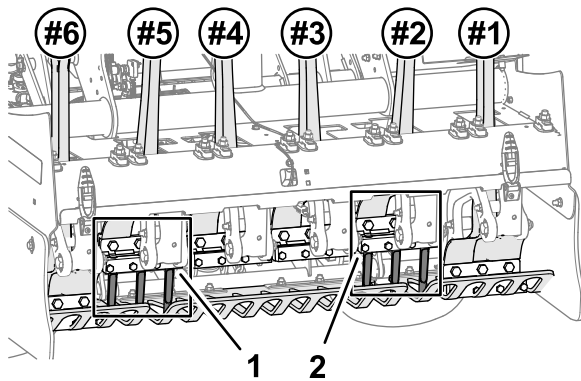
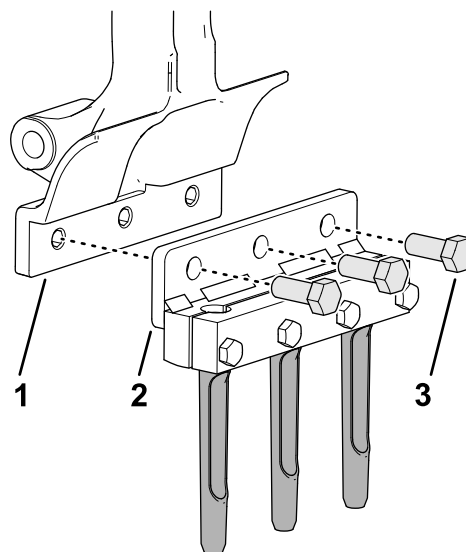

Figura 42
Figura 43
1. Asamblai, fără a strânge, suportul pentru dini i dinii la braul de dinte #2 (Figura 42 i Figura 43) cu 3 uruburi ($\frac{1}{2} \times 1 \frac{1}{4}$ ").